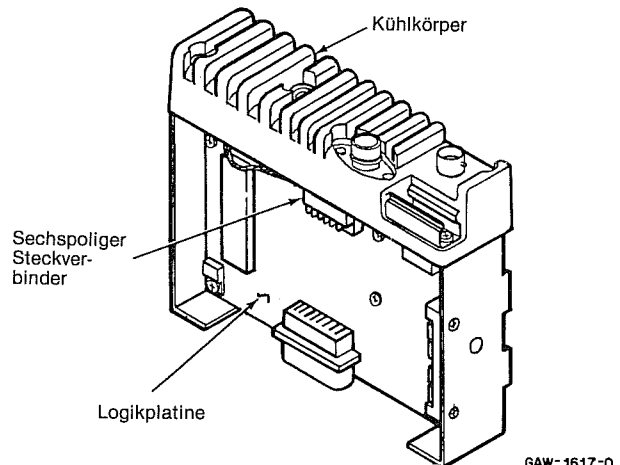

Abbildung 11
(1) Den sechspoligen Steckverbinder vom abgewinkelten Stecker auf der HF-Platine abziehen. (Abbildung 11).